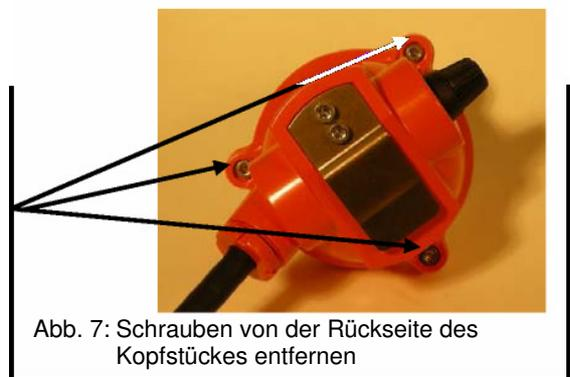

Abb. 7: Schrauben von der Rückseite des Kopfstückes entfernen
- 1) Entfernen Sie die drei Schrauben, die den Befestigungsring fixieren mit einem 2,5 mm Sechskantschraubenzieher (siehe Abb. 7).
- 24) Ziehen Sie die drei Schrauben des Befestigungsring abwechselnd fest (siehe Abb. 7).
- 7) Entfernen Sie die drei Innensechskantschrauben des Kopfstückes (siehe Abb. 7).
- 26) Ziehen Sie die drei Schrauben des Befestigungsring abwechselnd fest (siehe Abb. 7).